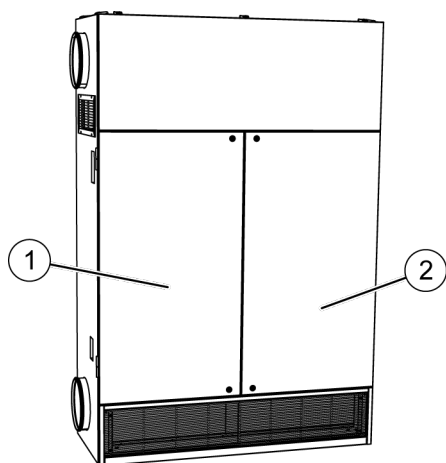

Abb. 99: Türen
1. ➔ Beide Türen (Abb. 99/1 und 2) mit einem 6-mm-Innensechskantschlüssel öffnen.